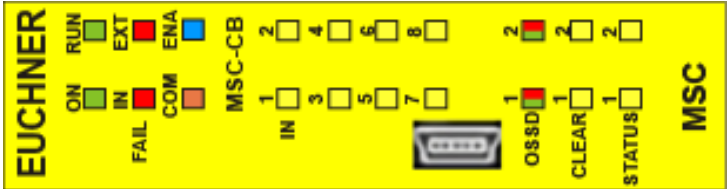

Bild 31:
8.4.1. Basismodul MSC-CB (Bild 31)